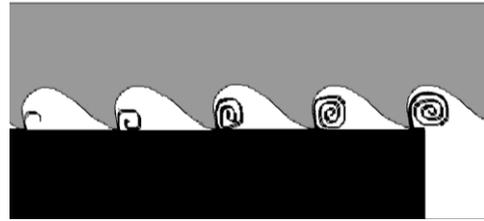

Abb. 10-1: Wahl der Sägebandzahnteilung
- Teile mit großem Querschnitt und massive Werkstücke benötigen eine breitere Verzahnung, sodass ein größeres Spanabnahmevolumen erzielt wird und die Zähne besser in den Werkstoff eindringen können (Abb. 10-1).